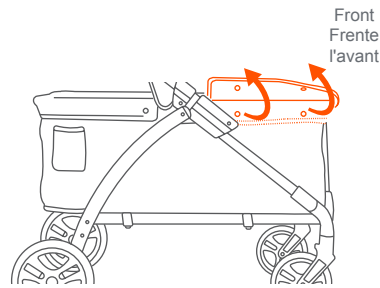

Fig. 15a
15) • If replacing the wagon fabric, undo the snap buttons on the fabric on the front end of frame (Fig. 15a).
- Si desea reemplazar la tela del vagón, desabroche los botones de la tela en el extremo delantero del armazón (Fig. 15a).
- Pour remplacer le tissu du wagon, défaire les boutons-pression situés sur le tissu à l'extrémité avant du cadre (Fig. 15a).